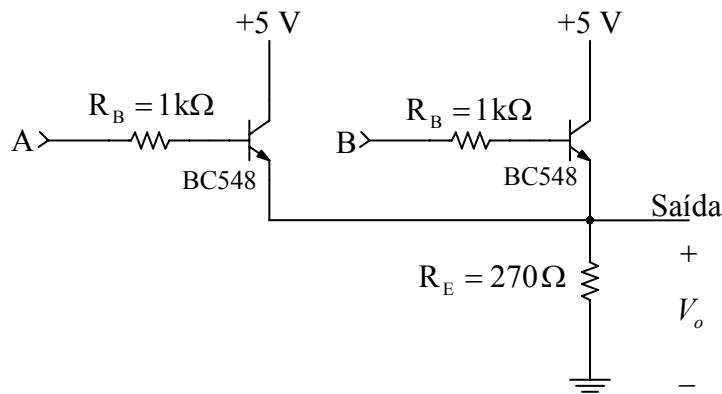

Figura 7 – Porta lógica OU com transistores bipolares.
A seguir monte o circuito da porta OU (OR) com transistores bipolares conforme mostrado na figura 7 e anote os valores na tabela 7.